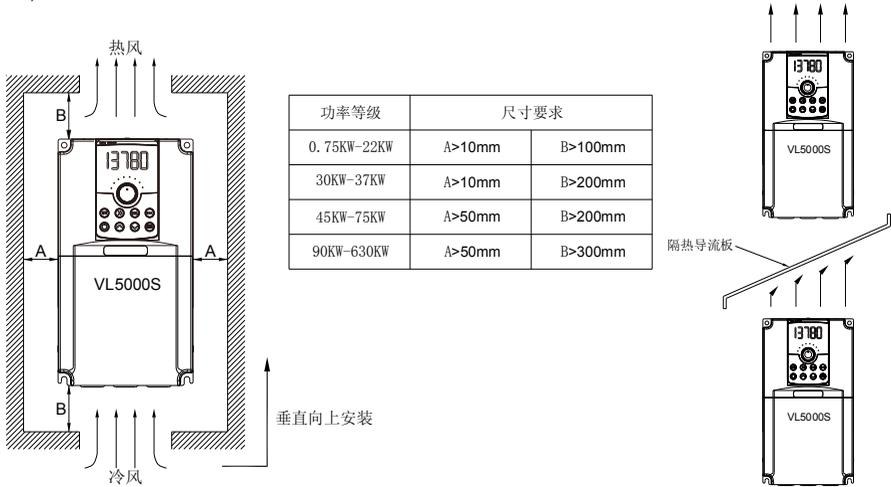

图 2-1 VL5000S 变频器安装示意图
- 1) 请垂直安装变频器，便于热量向上散发，但不能倒置。若柜内有较多变频器时，最好是并排安装。在需要上下安装の場合，请参考图 2-1 安装隔热导流板。
- 2) 安装空间遵照图 2-1 所示，保证变频器的散热空间。但布置时请考虑柜内其它器件的散热情况。